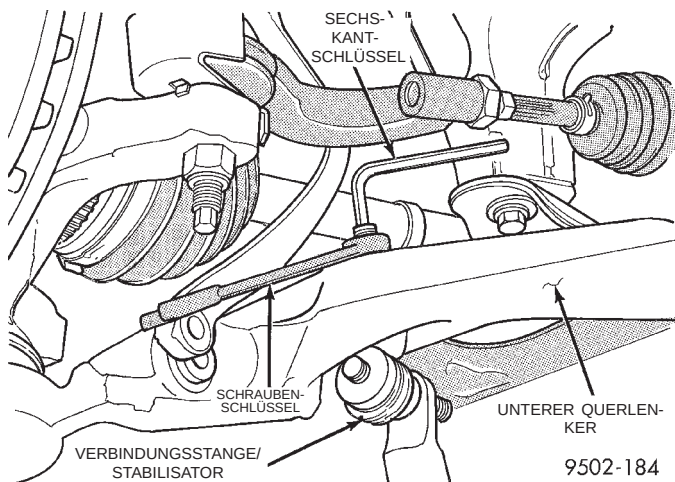

Abb. 33 Mutter vom Gewindebolzen der Verbindungsstange/Stabilisator lösen
(8) Die Mutter der Verbindungsstange zum Stabilisator vom unteren Querlenker lösen (Abb. 33). Dazu einen Sechskantschlüssel in das Ende des Gewindebolzens einsetzen, um ihn gegen Mitdrehen zu sichern (Abb. 33).
(8) Die Mutter der Verbindungsstange zum Stabilisator am unteren Querlenker aufschrauben und mit einem Anzugsmoment von 102 N·m (75 ft. lbs.) festziehen. Dazu einen Sechskantschlüssel in das Ende des Gewindebolzens einsetzen, um ihn gegen Mitdrehen zu sichern (Abb. 33).